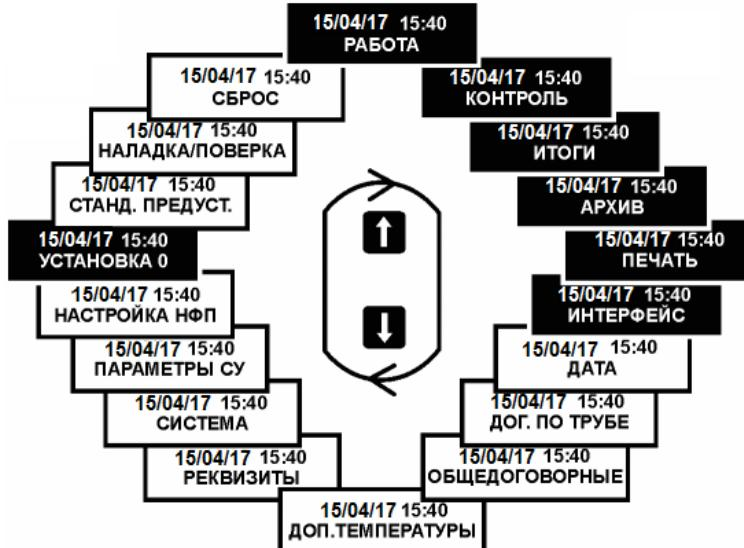

Рисунок 3 – Структура меню тепловычислителя ВКТ-5
- меню 1-го уровня** (рисунок 3) позволяет выбрать тип настроек параметров, подлежащих установке, или тип параметров теплопотребления, подлежащих рассмотрению;